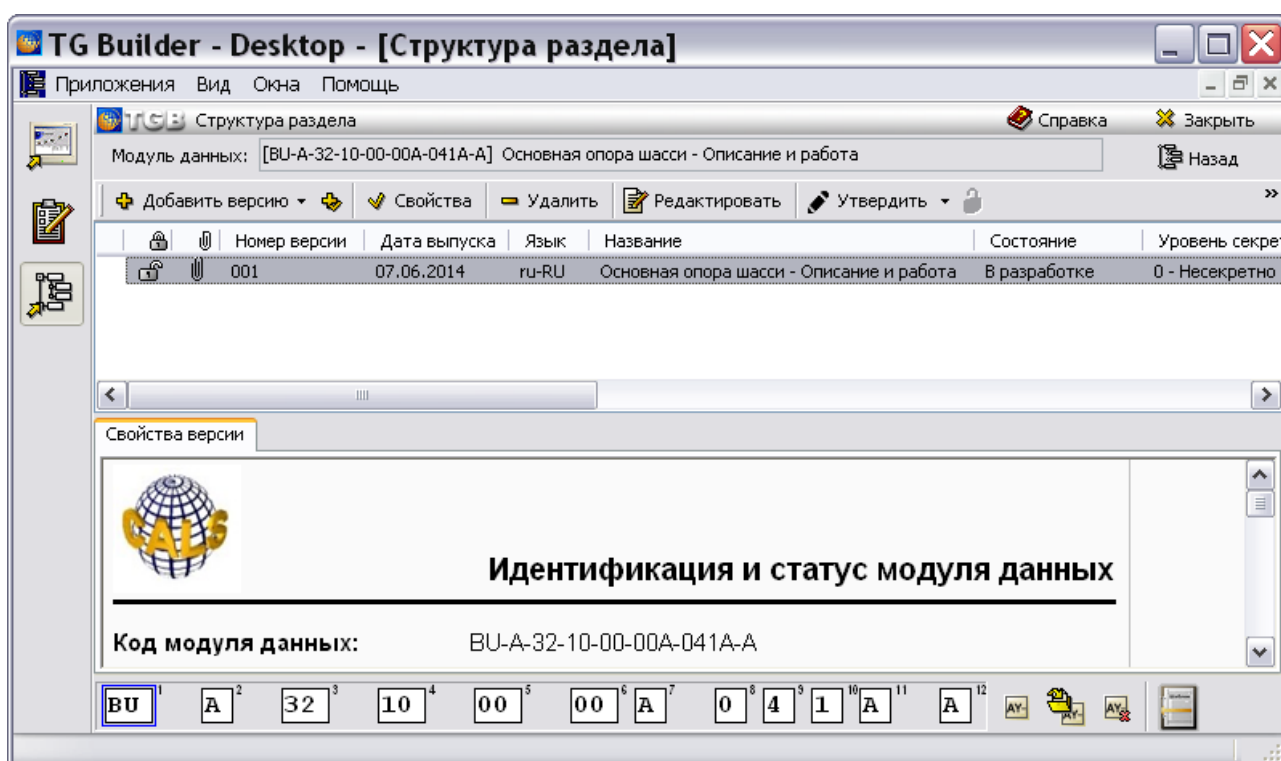

Рис. 20.15
4. Войдите в редактор версий МД (Рис. 20.15).